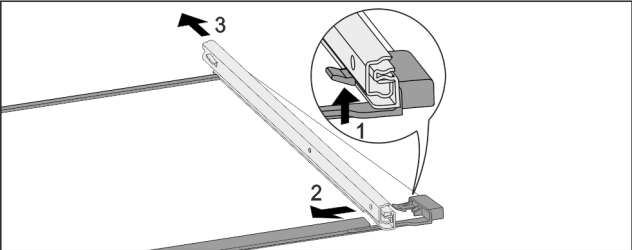

Fig. 202 带轨道的玻璃隔板
- 向上按前端的锁定钩。 Fig. 202 (1)
- 将牵伸轨推向一侧 Fig. 202 (2)，然后向后 Fig. 202 (3) 推。